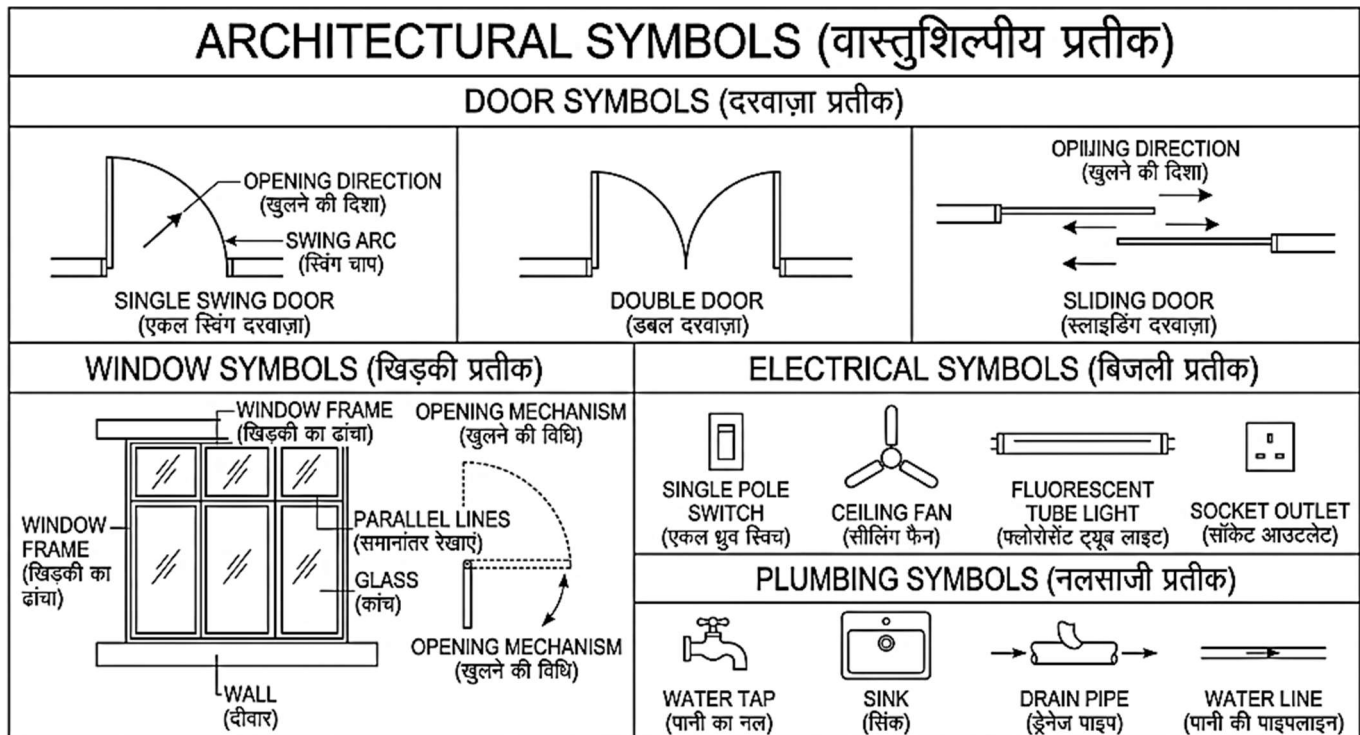

Fig. 2.5: Standard Symbols Used in Building Drawings | भवन चित्रों में प्रयुक्त मानक प्रतीक
2.5.1 Definition: (Fig. 2.5)
2.5.1 परिभाषा: (Fig. 2.5)